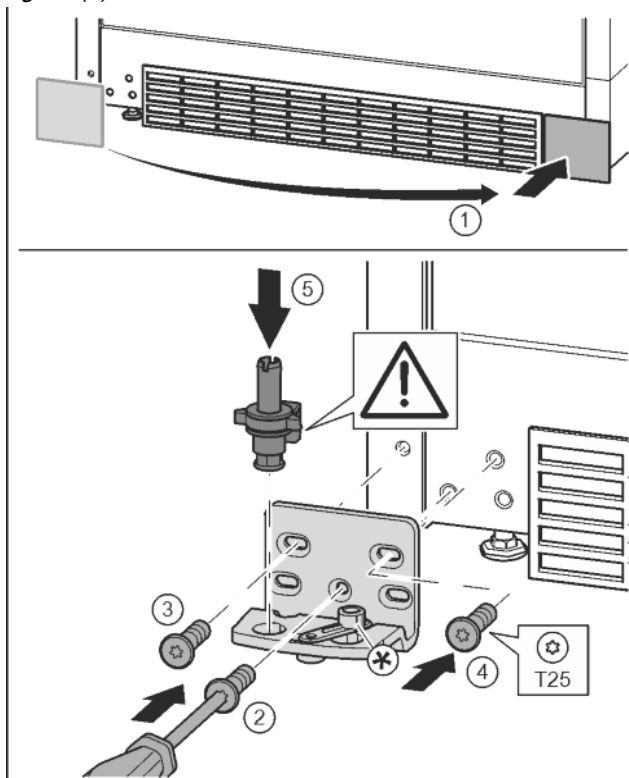

Fig. 16
- ▶ Skinite pokrov i postavite ga na drugoj strani. Fig. 16 (1)
- ▶ Postavite podložak ležaja na drugoj strani i zavijte pomoću odvijača T25. Započnite s vijkom 2 dolje u sredini. Fig. 16 (2)
- ▶ Pritegnite vijak 3 i 4. Fig. 16 (3, 4)
- ▶ Kompletno umetnite podložak ležaja. Pri tome pazite da je ispučenje za blokiranje okrenuto prema otvora. Fig. 16 (5)